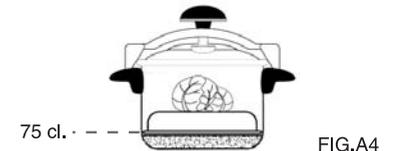

FIG.A4
4. Para cocinar alimentos al vapor debe utilizarse al menos 750 mililitros (3/4 de litro) de agua, colocando el alimento sobre una rejilla vaporera. (FIG. A4)